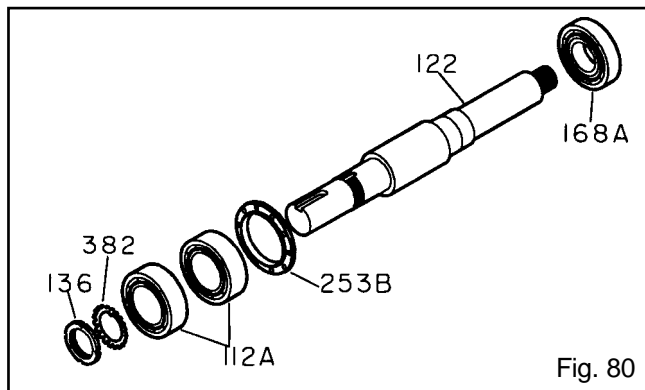

Fig. 80
7. Retire el cojinete interior (168A) (Fig. 80).
8. Quite la contratuerca (136) y la arandela de seguridad (382) del cojinete.